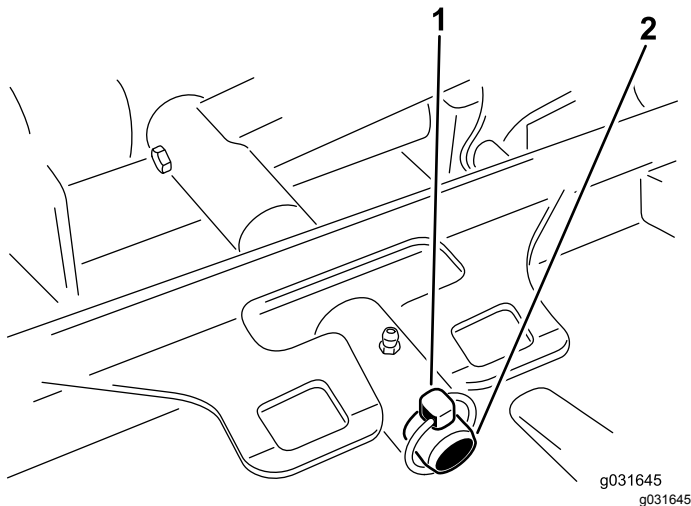

图 67
3. 卸下将刀盘承载架固定至提升臂枢轴销的保险销或锁紧螺母 图 67。
3. 将刀盘承载架滑到提升臂枢轴销上并用保险销或锁紧螺母固定 图 67。